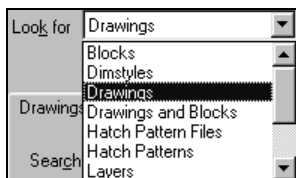

Рис. 7.8. Выбор элемента поиска из выпадающего списка
2. В появившемся диалоговом окне **Find** (Поиск) выбрать из выпадающего списка **Look for** (Что искать) тип элемента, по которому ведется поиск (рис. 7.8).